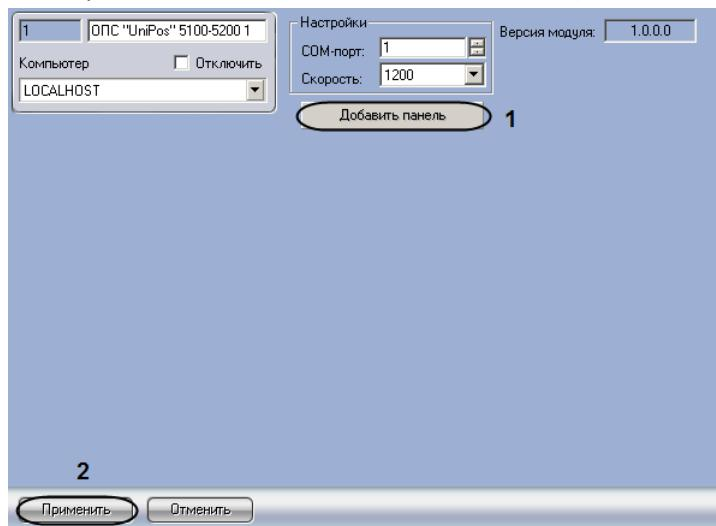

Рис. 3.3—1 Добавление панели
1. Перейти на панель настроек объекта ОПС “UniPos” 5100-5200 (Рис. 3.3—1).
2. Нажать кнопку **Добавить панель** (см. Рис. 3.3—1, 1).